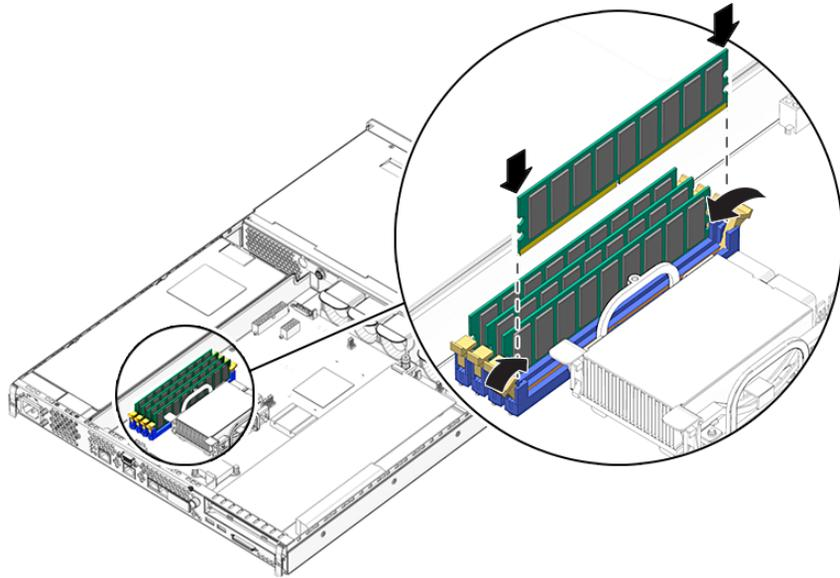

FIGURE 1-10 Installation de la mémoire
4. **Vérifiez que les attaches de retenue sont ouvertes (FIGURE 1-10).**